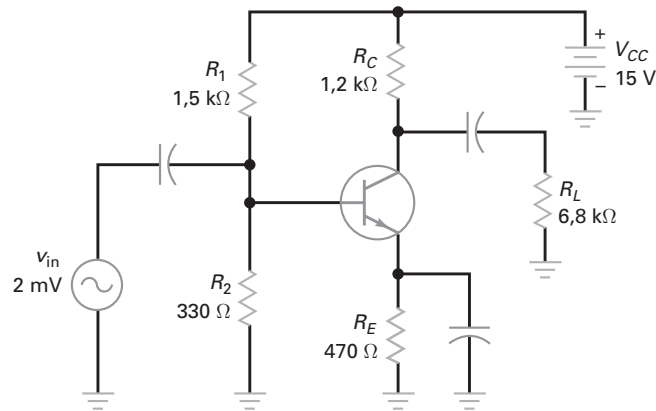

Figura 8-33
- 8-9** Se quisermos uma operação em pequeno sinal na Figura 8-33, qual é o valor máximo permitido para a corrente CA do emissor?
- 8-10** O resistor do emissor na Figura 8-33 foi dobrado. Se quisermos uma operação em pequeno sinal na Figura 8-33, qual é o valor máximo permitido para a corrente CA do emissor?
- 8-14** **MultiSim** Qual é o valor da resistência CA do diodo emissor na Figura 8-33?
- 8-15** **MultiSim** Se a resistência do emissor na Figura 8-33 for dobrada, qual é o valor da resistência CA do diodo emissor?
- 8-16** Qual é a impedância de entrada da base na Figura 8-33 se $\beta = 200$?
- 8-17** Se a resistência do emissor na Figura 8-33 for dobrada, qual é o valor da impedância de entrada da base com $\beta = 200$?
- 8-18** Se a resistência de 1,2 kΩ mudar para 680 Ω na Figura 8-33, qual é a impedância de entrada da base se $\beta = 200$?
- 8-19** **MultiSim** Desenhe o diagrama do circuito equivalente CA para a Figura 8-33 com $\beta = 150$.
- 8-20** Dobre todos os valores de resistências na Figura 8-33. Depois desenhe o circuito equivalente CA para um ganho de corrente de 300.
- 8-37** Na Figura 8-33, a resistência equivalente de Thevenin vista pelo capacitor de desvio é de 30Ω . Se o emissor está supostamente aterrado para CA sobre uma faixa de 20 Hz a 20 kHz, qual deve ser o valor do capacitor de desvio?